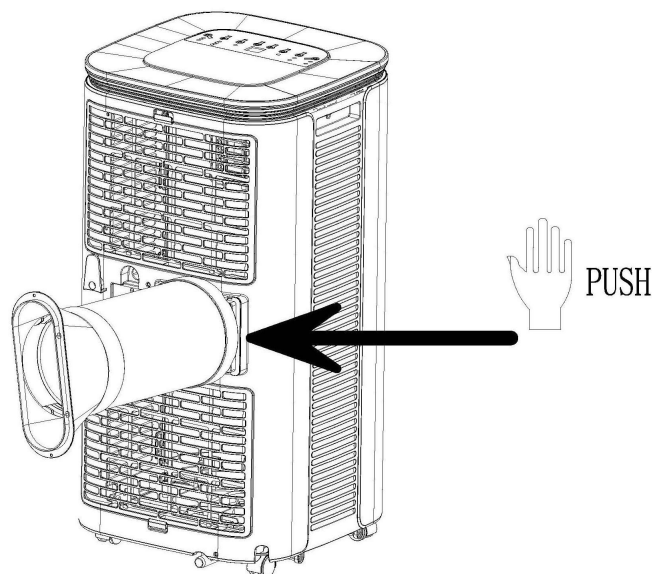

Figura 1
- Inserire il tubo di espulsione dell'aria (l'estremità del giunto di scarico) nella fessura del pannello posteriore (spingere a sinistra) e spingerlo in modo da bloccarlo (come mostrato nella Figura 1).